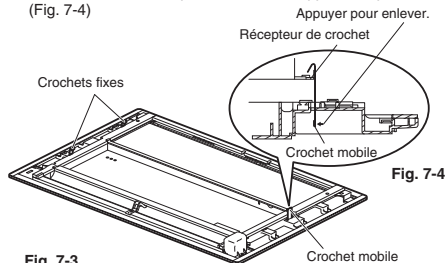

Fig. 7-3
- Fixer les crochets sur les deux côtés du plafonnier à l'unité intérieure. Les crochets d'un côté (2 emplacements) sont fixes, tandis que le crochet de l'autre côté peut être déplacé. (Fig. 7-3)